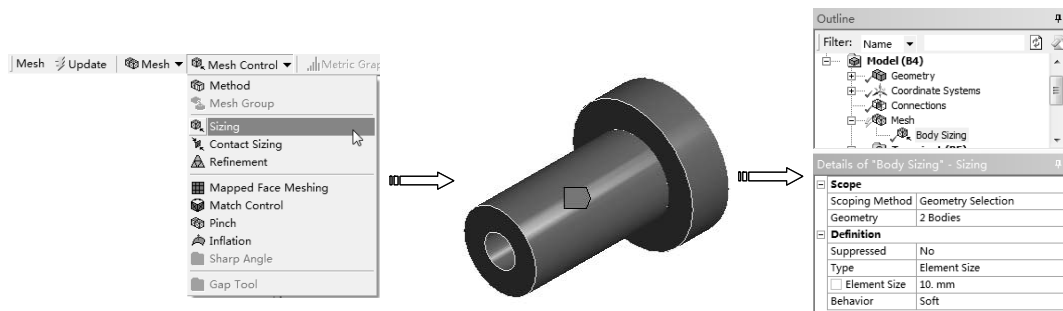

图 8-74 设置网格尺寸
2) 在【Outline (分析树)】中选择【Mesh】节点，单击【Mesh】工具栏上的【Mesh Control (网格控制)】|【Sizing (尺寸)】命令，单击【图形】工具栏上的选择模式下的【Box Select (框选)】按钮 ，然后再单击【Body (选择体)】按钮 ，在【Details of “Body Sizing” Sizing】列表中单击【Scope】选项下的【Scoping Method】项，框选所有实体，单击【Geometry】项中的【Apply】按钮完成。在【Element Size】文本框中输入 10mm，如图 8-74 所示。